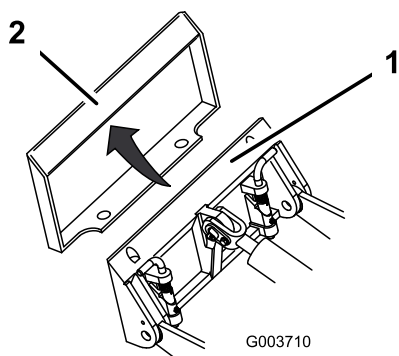

Рисунок 9
4. Вставьте монтажную пластину под верхнюю кромку установочной пластины навесного оборудования (Рисунок 9).